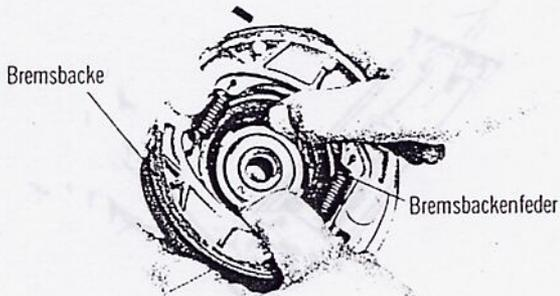

Abbildung 75
- (1) Vorderrad vom Boden abheben, indem man den Motor in geeigneter Weise unterbaut.
- (2) Bowdenzug der Vorderradbremse und Geschwindigkeitsmesserwelle ausbauen.
- (3) Achsmutter abschrauben. Vorderradachse und Bremssacke können jetzt als Einheit herausgezogen werden.
- (4) Die Bremssacke wird durch die Bremssackenfeder festgehalten. Daher Bremssacke auseinanderdrücken und von der Ankerplatte abnehmen. (Abbildung 75)
- (5) Vorderradbremssacke und Antrieb für den Geschwindigkeitsmesser an der Bremssacke demontieren.
- (6) Reifen und Schlauch von der Felge mit einem Reifenmontierereisen abnehmen und Schlauch aus dem Reifenmantel herausziehen.